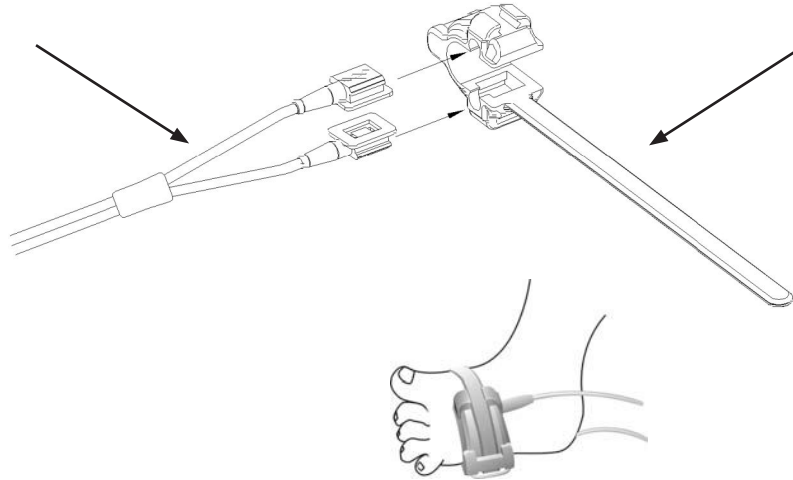

Figure 3.7 Mise en place du capteur SpO₂ pour les nourrissons
3. En cas d'utilisation du capteur SpO₂ pour les nourrissons, suivre la figure 3.7 pour le raccordement.